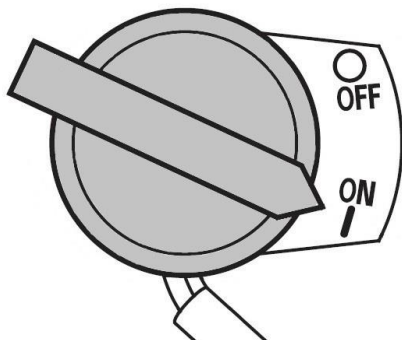

Рис. 11 Выключатель зажигания
5. Выключатель зажигания переведите в положение «ON» (Включено) (Рис. 11).
При возникновении аварийной ситуации, для экстренной остановки двигателя переведите выключатель зажигания двигателя в положение «OFF» (Выключено) (Рис. 11).
4. Переведите выключатель зажигания в положение «OFF» (Выключено) (Рис. 11).